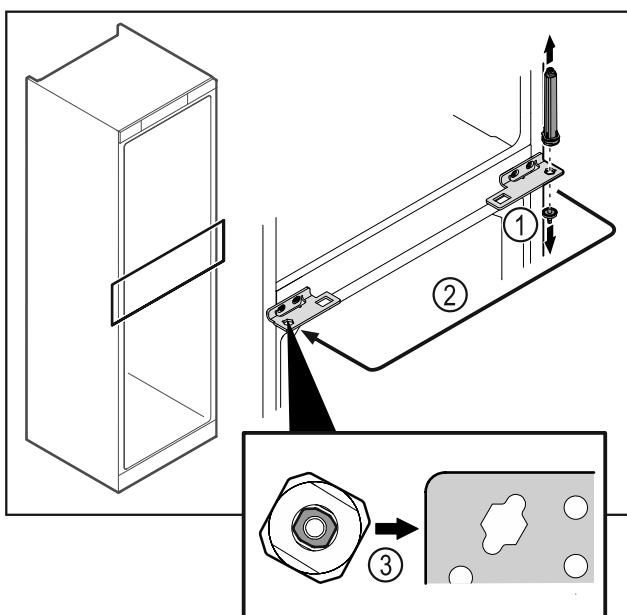

Fig. 43
- ▶ Ξεβιδώστε τον πείρο του μεντεσέ Fig. 43 (1).
- ▶ Μεταφέρετε το σύστημα κλεισίματος πόρτας Fig. 43 (2).
- ▶ Βεβαιωθείτε ότι κατά την τοποθέτηση η λοξοτομή του πείρου είναι στραμμένη Fig. 43 (3) προς τη στρογγυλή οπή.